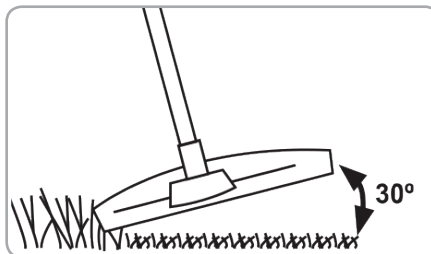

Fig.9
- Țineți capul trimmerului în poziție corectă astfel încât să formeze un unghi cu solul de aproximativ 30° (Fig. 9).